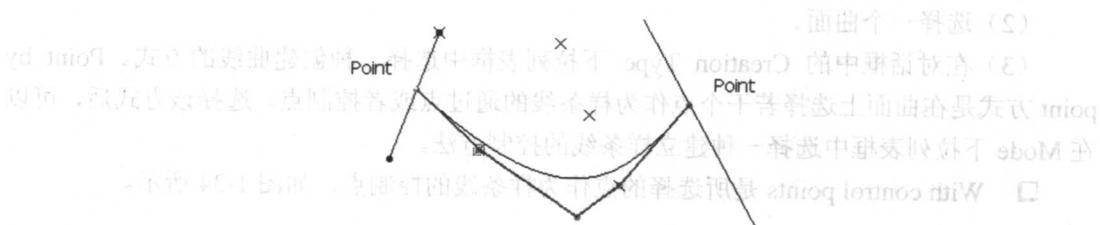
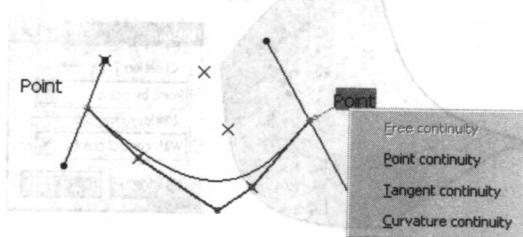
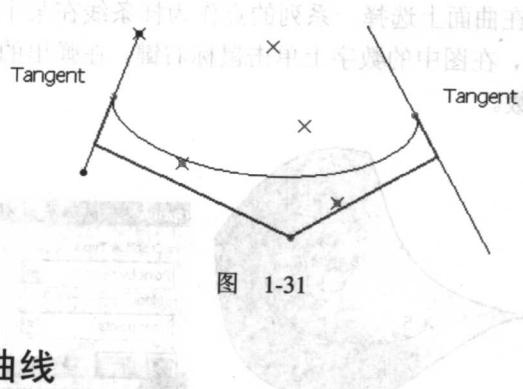

图 1-29
图 1-30
图 1-31
(12) 在 Control points 方式下，如果样条线的控制点在其他几何元素上，可以设置样条线与该几何元素的连续关系，如图 1-29 所示，图中的样条线与其他两条直线是点连续的关系。在“Point”字样上单击鼠标右键，在弹出的如图 1-30 所示的菜单中选择一种连续方式，设置样条线与该直线的连续方式。如图 1-31 所示，是将样条线与两条直线的连续方式改变为相切。